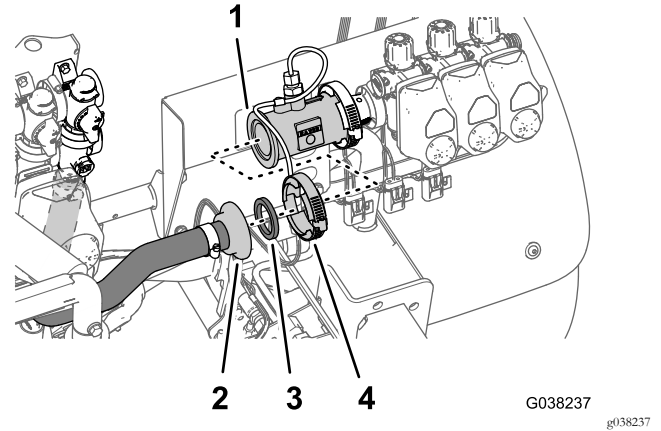

Bild 55
5. Fluchten Sie das gezahnte Flanschanschlussstück des Durchflussmessgerätschlauchs und die Dichtung, die Sie in Schritt 3 in Entfernen des Durchflussmessgeräts von den Ventilverteiltern \(Seite 12\) entfernt haben, mit dem Flansch am Zulauf des Durchflussmessgeräts aus (Bild 55).
6. Befestigen Sie den Durchflussmessgerätschlauch mit einer Klemme (Bild 55), die Sie in Schritt 1 in Entfernen des Durchflussmessgeräts von den Ventilverteiltern \(Seite 12\) entfernt haben, am Durchflussmessgerät.